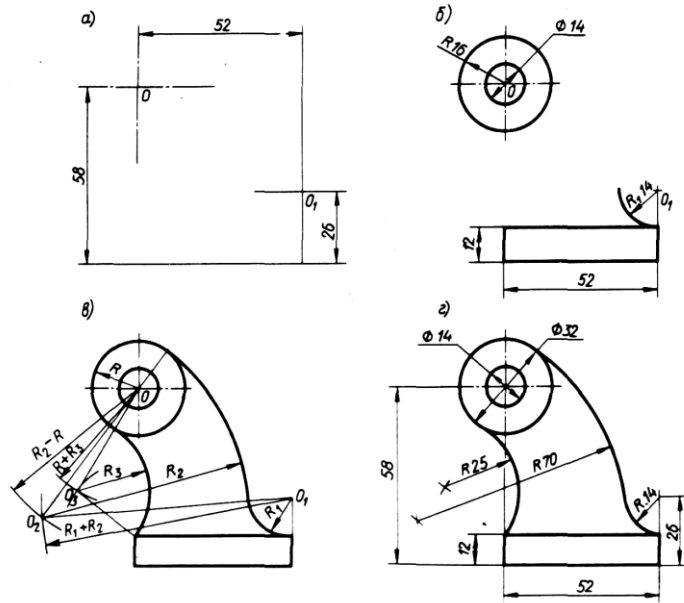

Рисунок 5
На рис. 5 показано последовательное вычерчивание контура детали несимметричной формы:
- 1) проводят центровые линии окружностей, причем расположить их надо так, чтобы контур поучился примерно в центре формата (рис. 5, а);
- 2) из намеченных центров O и O_1 проводят основные окружности и дугу (рис. 5, б);
- 3) находят центры дуг сопряжения и точки сопряжения (рис. 5, в);
- 4) последовательно обводят контур (рис. 5, г).